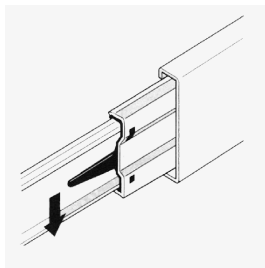
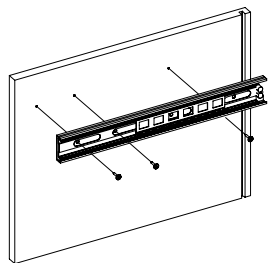

Рис.3
Рис.4
2. Отсоедините от основания телескопических направляющих внутренние планки, отогнув пластиковый рычажок фиксатора (Рис. 3). Основания телескопических направляющих закрепите на деталях 2, 3 и 5 винтами М5х8. !!! Приложите телескопическую часть отверстиями к отверстиям на боковине стола, чтобы они были отцентрованы относительно друг друга. Вкрутите винты М5х8 с помощью шуруповерта, приложив немного усилий. **Внимание:** винт М5х8 заходит с натягом для максимально плотной фиксации телескопических направляющих (Рис. 4).